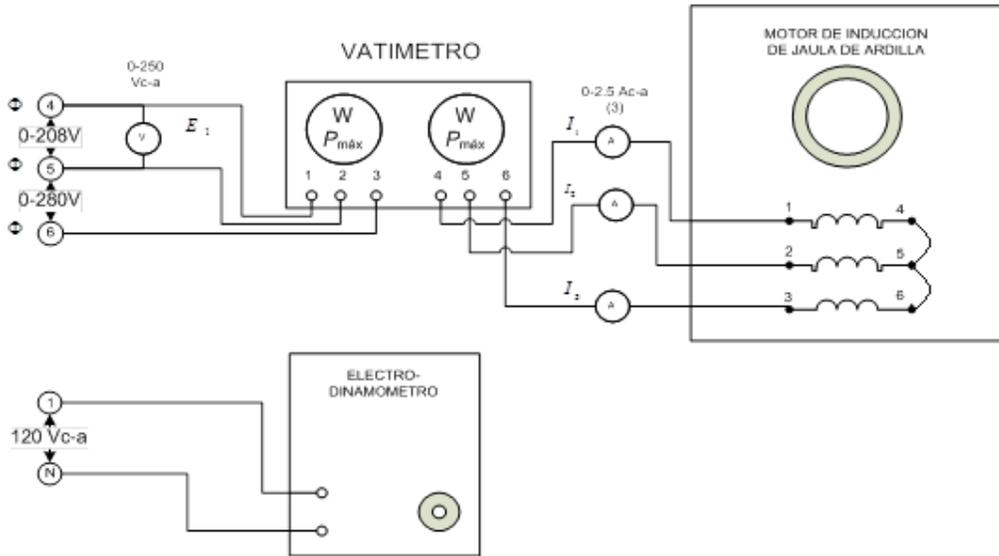

FIGURA 1
4.- Conecte el circuito que se ilustra en la figura 1, usando los módulos de motor de jaula de ardilla, electrodinamómetro, wattmetro trifásico, fuente de alimentación y medición de c. a.